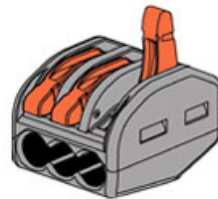

Bild 8
- Je eine, der beiden abisolierten Enden des Kabels in eine WAGO-Klemme einführen, siehe Bild 8.